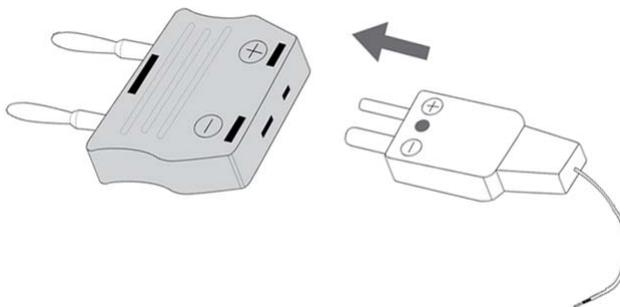

Figura 2-13 Conectar a ponta de prova térmica no adaptador de transferência sem compensação
- 2 Conecte a ponta de prova térmica em miniatura no adaptador de transferência sem compensação, conforme mostrado na Figura 2-13.